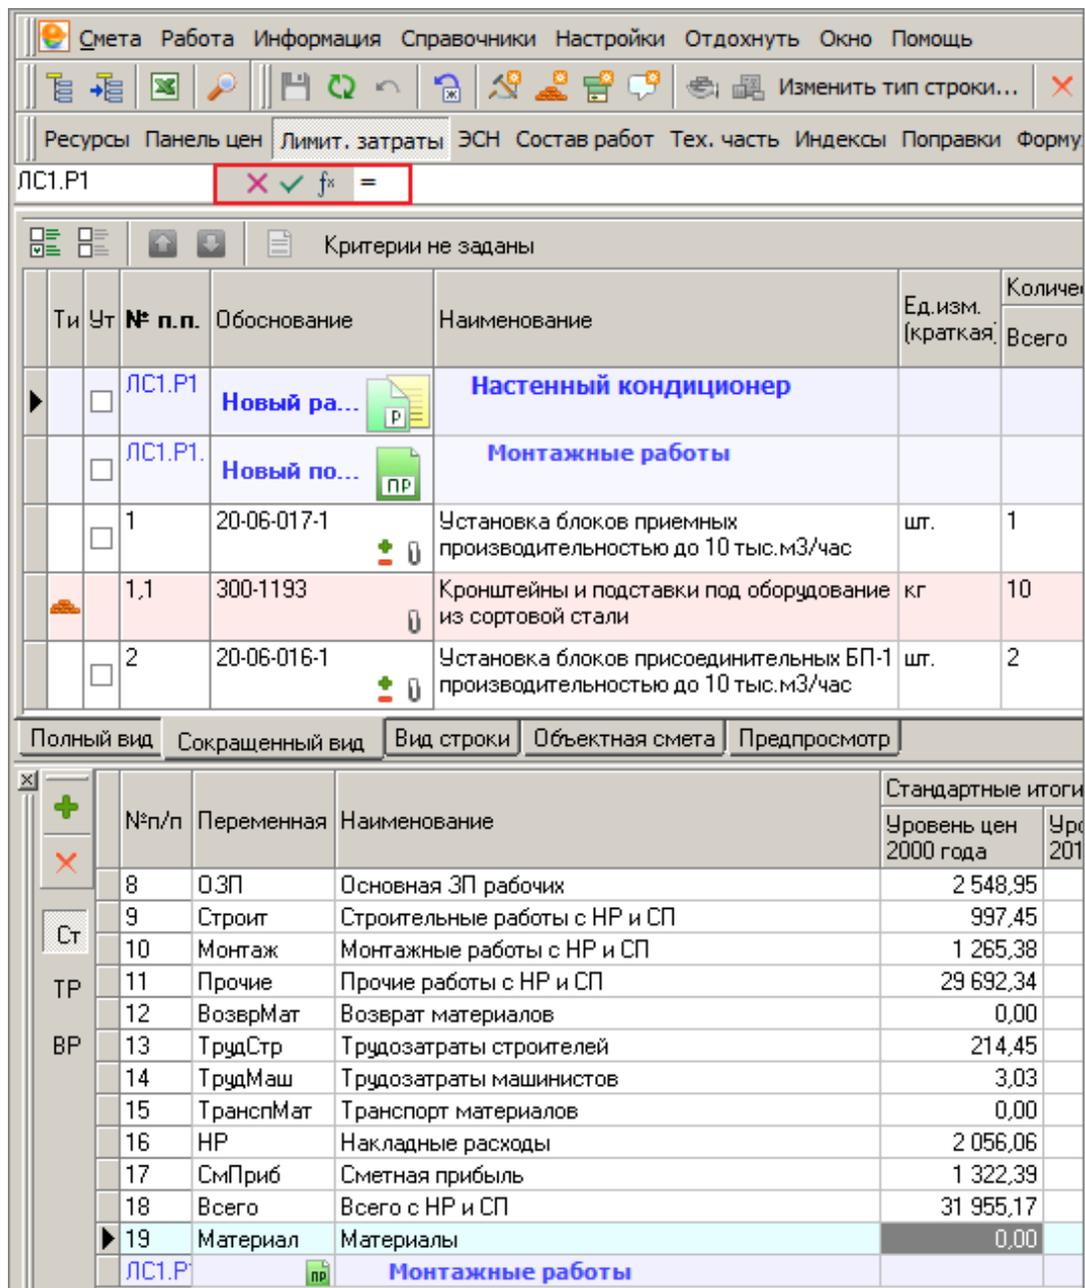

Рис. 1. Запуск мастера формул
- Переместить фокус ввода на колонку со значением итога (в любом уровне цен) и нажать клавишу $\leftarrow \rightarrow$. Комплекс откроет панель редактирования формул. Для запуска мастера формул необходимо нажать кнопку  - **Вставка функции** (см. рис. 1).